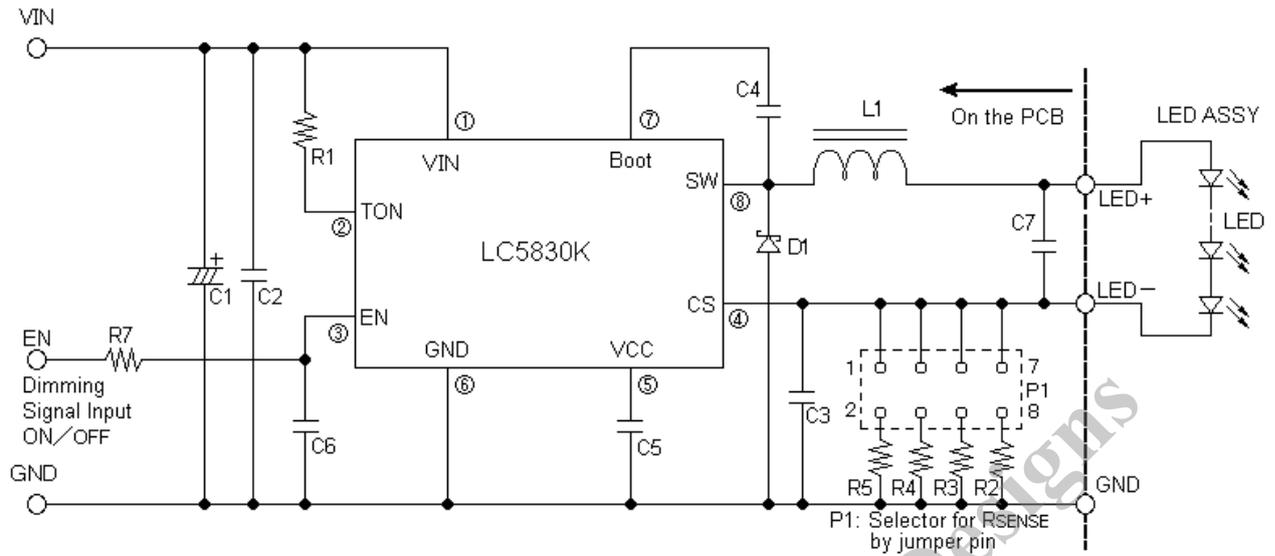

図 19. LC5830K デモボード回路図
- 3) パワーMOSFETがオンする瞬間に、大きな $di/dt$ が発生すると、ダイオードD1はループ3に示すよう逆回復を経ます。入力コンデンサ $C_{IN}$ はこの高い瞬間的な電流を供給しなければなりません。C1(図19/電解コンデンサ)は、C2(図19/セラミックコンデンサ)から遠くにあってはなりません。そのため、C2からパワーMOSFETとダイオードD1を通過しグラウンドへ届く経路は最短となるようにします。理想的にはこの接続はトップ(部品)面とグラウンド面の両方へ接続します。
- 5) アナログ信号部品(CS、スイッチング周波数設定用のR1/図19)はSW端子から距離を置いてください。
- 6) 正確な電流検出のために、LED電流検出抵抗 $R_{SENSE}$ (図19のR2~R5)はICの近くに配置します。
- 7) ブートストラップコンデンサC4(図19)はBOOT端子(7番ピン)の近くに配置し、配線長を短くします。
- 8) 入力と出力コンデンサ(図19のC1、C2、C7)の経路について複数のビアを用い、グラウンド面とLC5830K端子をできるだけ短い経路となるようにしてください。